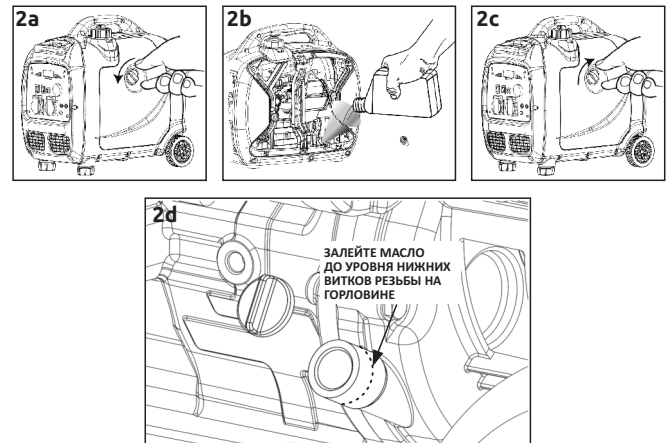

Рисунок 2 - Уровень масла
- Откройте панель для доступа к узлам двигателя (рис. 2а).
- Закройте панель (рис. 2с).